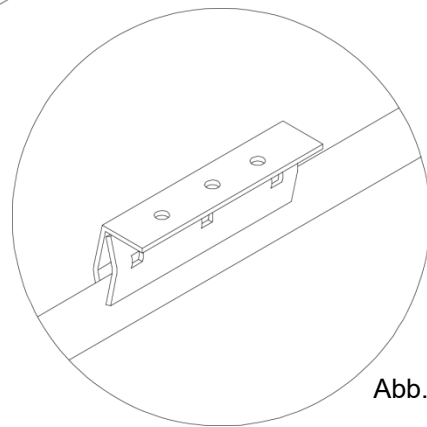

Abb.3
- Fixieren Sie die Montageschienen (7) oben und unten mittels Torband-Schrauben M8 (6) und Sperrzahn-Mutter (10) an den Blechfalzklemmen (Abb.3).